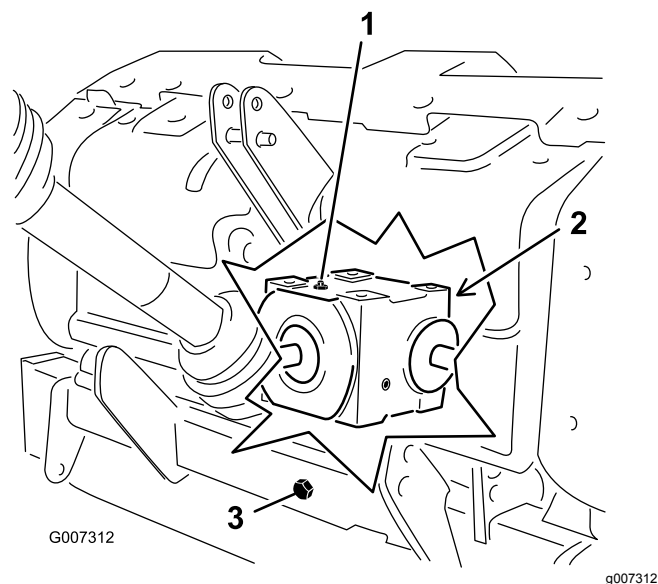

Figura 31
2. Remova o tampão de verificação da caixa de velocidades (Figura 31).
3. Certifique-se de que o nível do óleo se situa pela base do orifício do tampão de verificação na caixa de velocidades (Figura 31).
1. Elimine os detritos do tampão de enchimento e do tampão de escoamento para evitar contaminação (Figura 31).